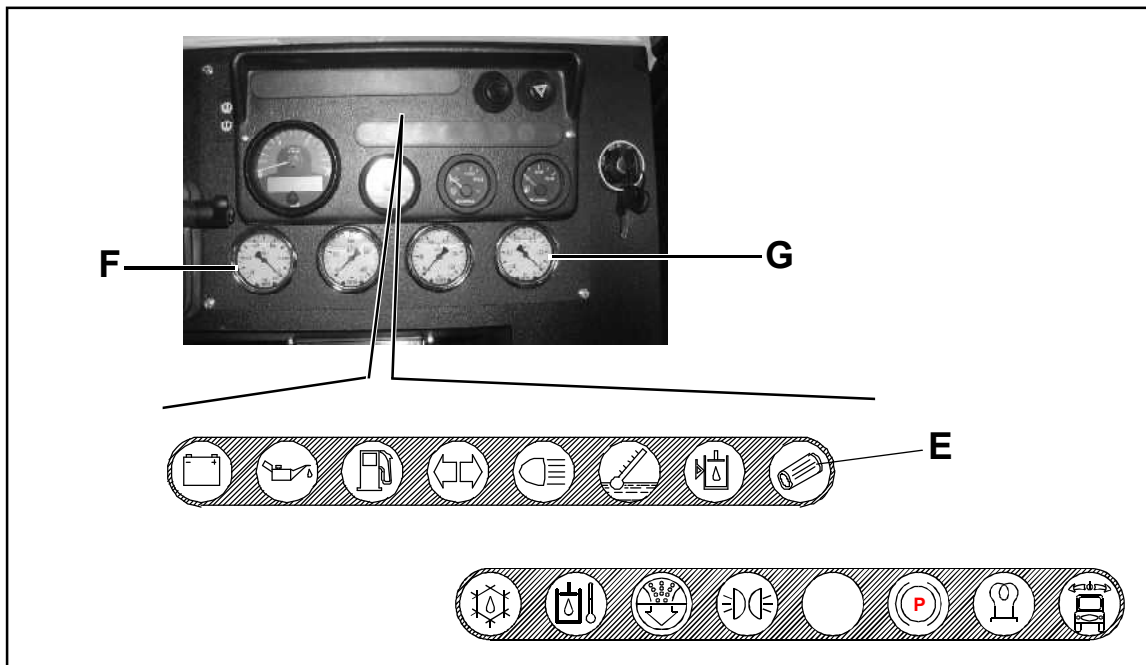

FIG. 41
De patronen van deze filters kunnen niet schoongemaakt worden maar moeten worden vervangen als het waarschuwinglicht (E Fig. 41) aanblijft, ook als de machine warm is, of als de betreffende manometers (F - G - Fig. 41) meer dan 0,3 bar aangeven. Voor deze handeling het kraantje (R - Fig. 40 - Pag. 50) sluiten, de patronen (D1-D2 - Fig. 40 - Pag. 50) losschroeven en verwijderen, de nieuwe patronen nemen (BESTELCODE: 99007302) en ze weer volledig met olie vullen, de luchtdicht afsluitende pakking op het deksel bevochtigen; daarna weer vastschroeven. Schroef deze weer vast en open de kraan (R).